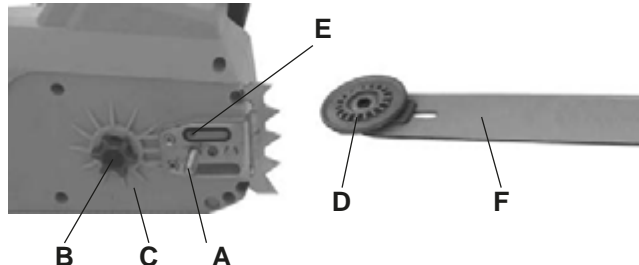

Рис. 2
4. Наденьте на шину F (Рис. 2) пильную цепь 1 (Рис. 1), проверив правильность расположения зубьев цепи.